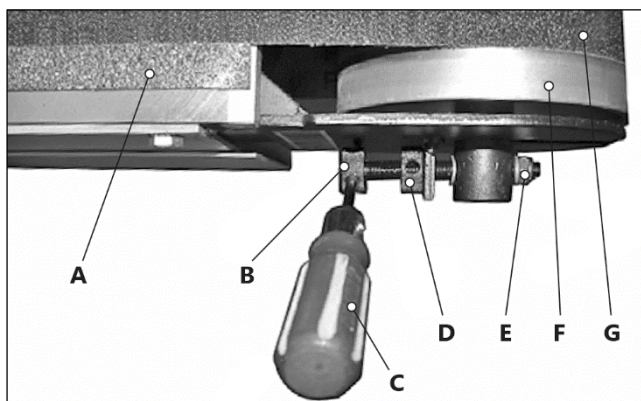

Рисунок 8.
Лента должна находиться по центру относительно ведомого (натяжного) 9 и ведущего 16 роликов (рис. 2) и не выходить за края накладки (А) (рис. 8). Если лента смещена, отрегулируйте ее положение.
Если при движении шлифовальная лента (G) сползает к краю натяжного ролика (F), ключом (С) (рис. 8) ослабьте положение контргайки (D). Вращением в соответствующую сторону винта (В), добейтесь правильного положения ленты.